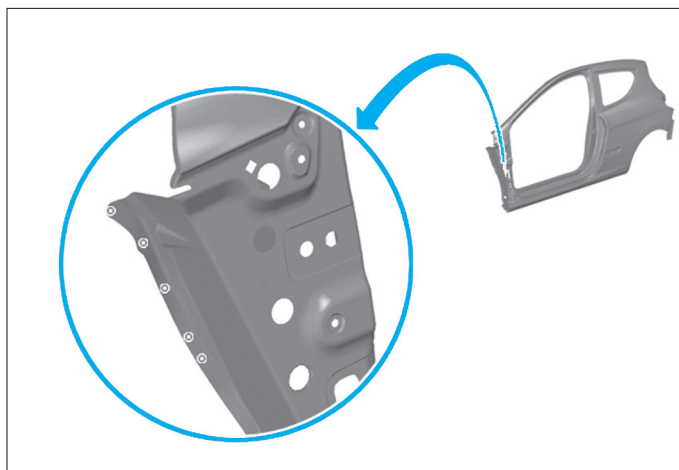
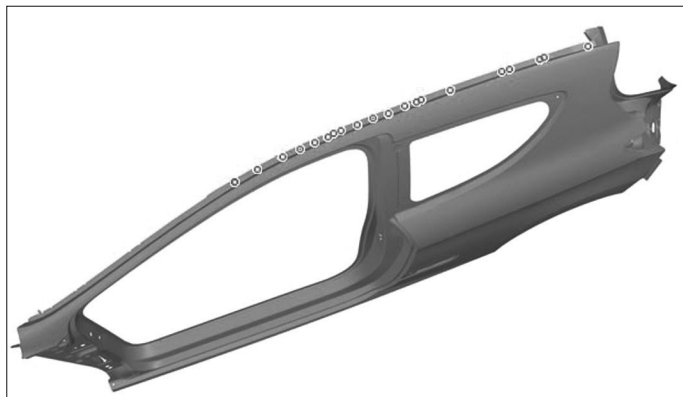

FIG. 41
FIG. 42
- Percer la pièce neuve de trous Ø 6,5 mm (1) pour le soudage par points bouillons (Fig.41) et (Fig.42).